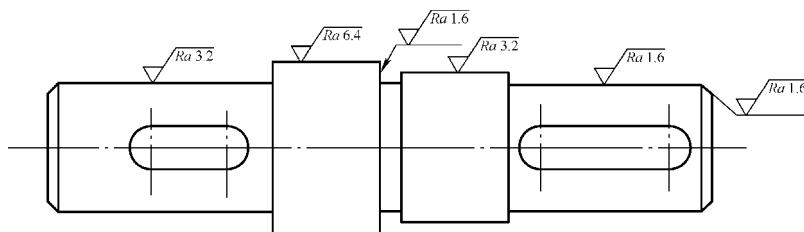
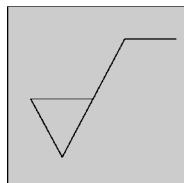

图 7-14 轴表面粗糙度值标注
图 7-15 表面粗糙度符号
本节主要介绍图块的使用方法，下面根据所学知识为低速轴标注表面粗糙度值。在标注时首先将表示表面粗糙度符号的图形定义为内部图块，然后定义属性值，并将使用的最多的 *Ra3.2* 设为默认属性值，再将表面粗糙度符号和属性值重新定义为带属性的图块，最后用插入图块的方法进行标注，效果如图 7-14 所示。具体操作步骤如下：
1) 选择对象。绘制图 7-14 所示阶梯轴，在“绘图”工具栏中单击【创建块】 按钮，打开【块定义】对话框，在【名称】下拉列表框中输入图块名称“ccd”，在【对象】栏中选中【转换为块】单选按钮，单击【选择对象】 按钮返回绘图区，选择如图 7-15 所示的标注表面粗糙度符号的图形。
9) 完成标注。用同样的方法在适当位置处插入图块“表面粗糙度”，并指定适当的表面粗糙度值，完成标注后的最终效果如图 7-14 所示。